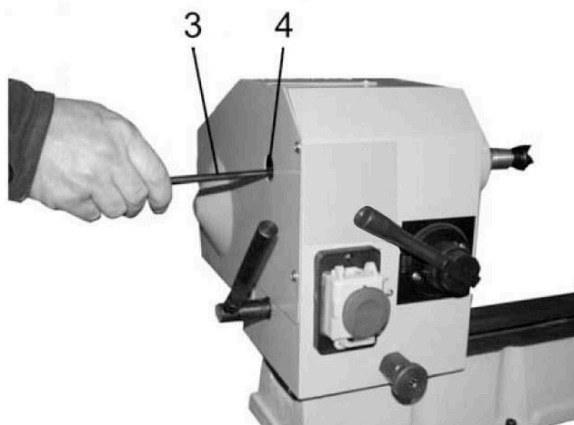

Рис. 7
- Для снятия центра передней бабки с зубцами вставьте выталкивающий стержень 3 (Рис. 7) в отверстие 4 (Рис. 7) с противоположной стороны передней бабки и слегка ударьте им в торец центра передней бабки. После использования вытащите выталкивающий стержень 3 (Рис. 7).